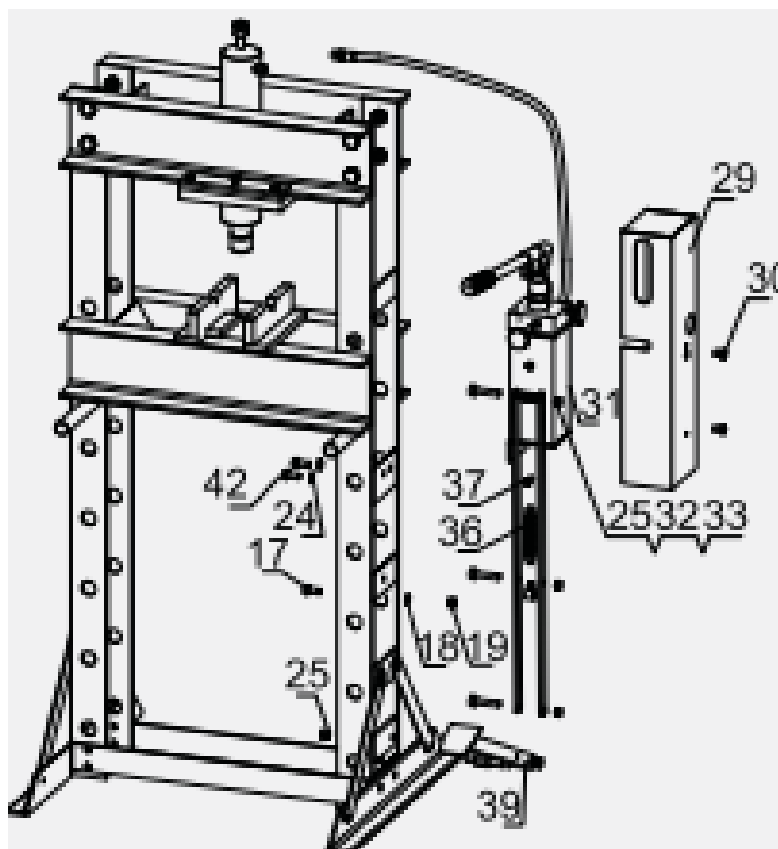

Рисунок 5,
5. Смонтируйте насос (31) на стойку используя болты (42, 17) и шайбы (24, 18)
и гайки (19). Соберите комплект педали: смонтируйте пружину (36) из комплекта педали, используя болт (37), смонтируйте педаль используя болт (25). Соедините комплект педали с рукояткой используя болт (25), гайки (32) и гайку (33). Смонтируйте кожух насоса (29) к Насосу, используя Болты (30). См. Рисунок 5.